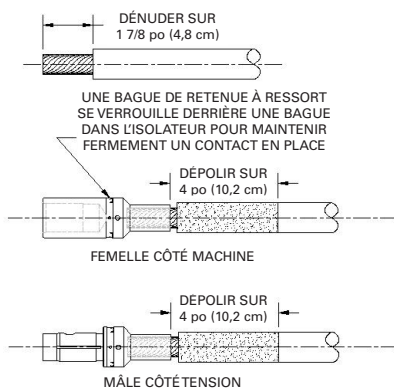

Figure 3
- Sertir ou souder le conducteur au contact. Voir la figure 3 ci-dessous pour les outils. Enrouler une ou deux couches de ruban néoprène sur la gaine du câble pour obtenir une étanchéité parfaite lorsqu'un serre-câbles est serré autour du manchon isolant.